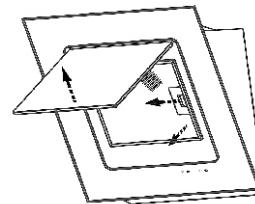

рис. 4
8.3 Для очистки алюминиевого фильтра извлеките его из вытяжки (рис.4). Произведите очистку фильтра с помощью щетки горячим водным раствором нейтрального моющего средства вручную или в посудомоечной машине (при 60°C). Сильно загрязненный фильтр не следует мыть в посудомоечной машине вместе с посудой. Стараяйтесь не сгибать фильтр при мойке. Возможное изменение цвета фильтра, с течением времени, не приводит к снижению эффективности его действия.
Чтобы снять алюминиевый фильтр, нажмите на пружинный замок фильтра и потяните его на себя (рис. 4).
- 6.1.2 Перед установкой кухонной вытяжки снимите алюминиевый фильтр (рис. 4). Предварительно откройте стеклянную откидную панель:
- потяните за нижний край откидной панели, как показано на (рис. 4) и откройте ее;